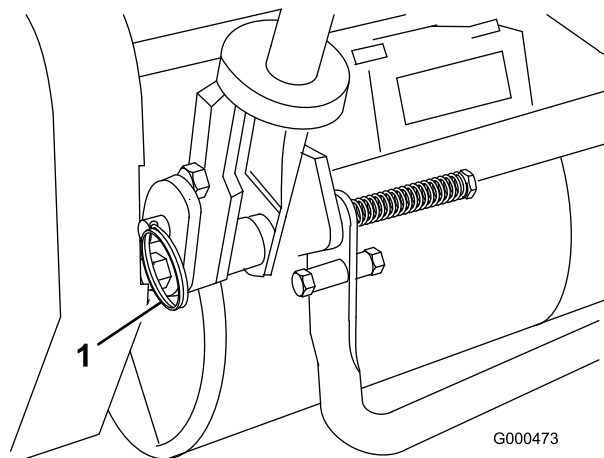

Figura 12
1. Togliete le coppie dai perni ad anello situati ai lati del tosaerba (Figura 12).
2. Sostenete la stegola e togliete i perni ad anello da ciascun lato, quindi alzate o abbassate la stegola nella posizione di servizio opportuna (Figura 12).